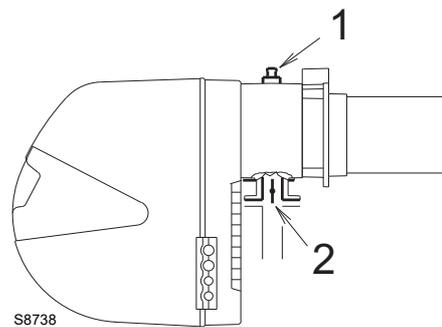

Fig. 27
Pressione del gas misurata alla presa 1)(Fig. 27), con:
Perdita di carico farfalla gas 2)(Fig. 27) con apertura massima: 90°.
- sottrarre dalla pressione del gas alla presa 1)(Fig. 27) la pressione in camera di combustione.
Pressione del gas alla presa 1)(Fig. 27) = 10,4 mbar
Per conoscere invece la pressione del gas necessaria alla presa 1)(Fig. 27), fissata la potenza massima di modulazione alla quale si desidera funzioni il bruciatore:
- Leggere sulla destra, colonna 1, la pressione alla presa 1)(Fig. 27).
pressione necessaria alla presa 1)(Fig. 27).